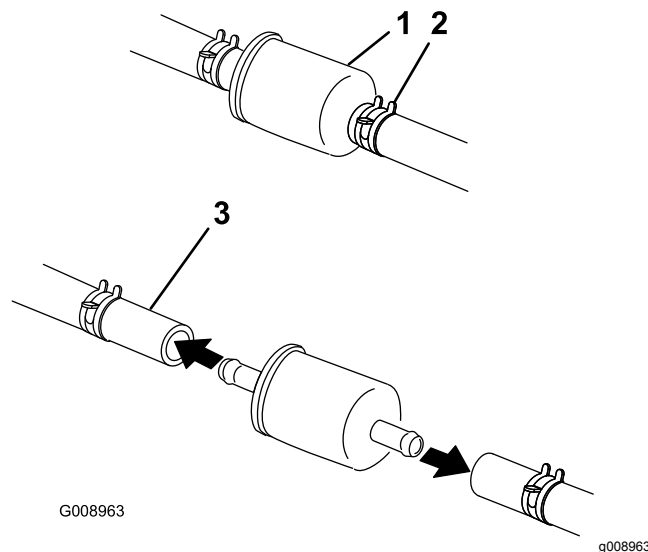

Figura 44
5. Apriete los extremos de las abrazaderas y deslícelas por el tubo alejándolas del filtro (Figura 44).
7. Instale un filtro nuevo y acerque las abrazaderas al filtro (Figura 44).